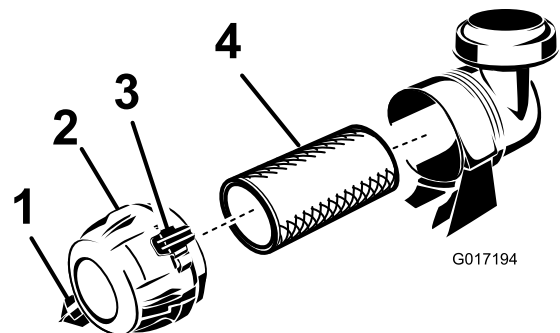

図 22
1. ラッチを引いて外し、カバーを左にひねってボディーからははずす（図 22）。
3. 汚れを落とさないように注意しながら、ボディー（図 22）内部からフィルタを静かに引き出す。ボディーにフィルタをぶつけないように注意。
3. カバーについている異物逃がしポートを清掃する（図 22）。カバーについているゴム製のアウトレットバルブを外し、内部を清掃して元通りに取り付ける。